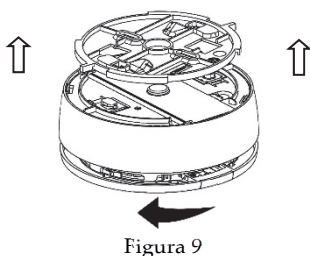

Figura 9
9. Para instalar o detector no suporte, alinhe a nervura da base com a do suporte, insira as presilhas da base nas cavidades do suporte e gire o detector no sentido horário (*ver Figura 9*).